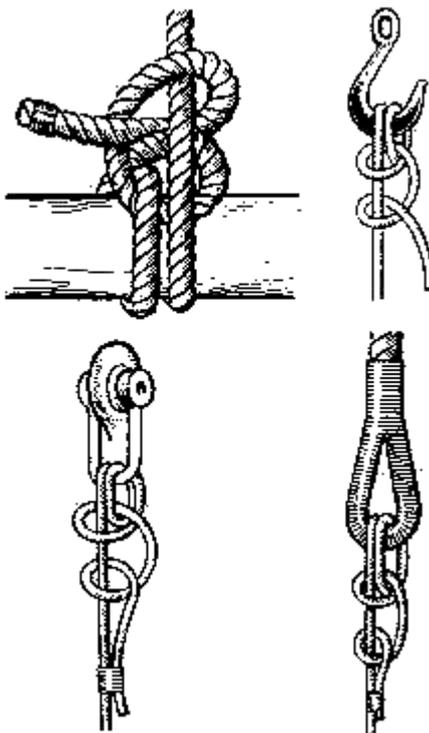

Рис. 15. Рыбацкий штык (якорный узел)
**Рыбацкий штык (якорный узел)** (рис. 15). Один из наиболее ответственных случаев применения узла в морском деле – это привязывание якорного каната к якорю. За пять тысяч лет существования судоходства люди для этой цели не могли придумать более надежного узла, чем рыбацкий штык. Проверенный многовековым опытом морской практики, этот узел признан моряками всех стран как самый надежный для прикрепления каната к рыму или к скобе якоря.